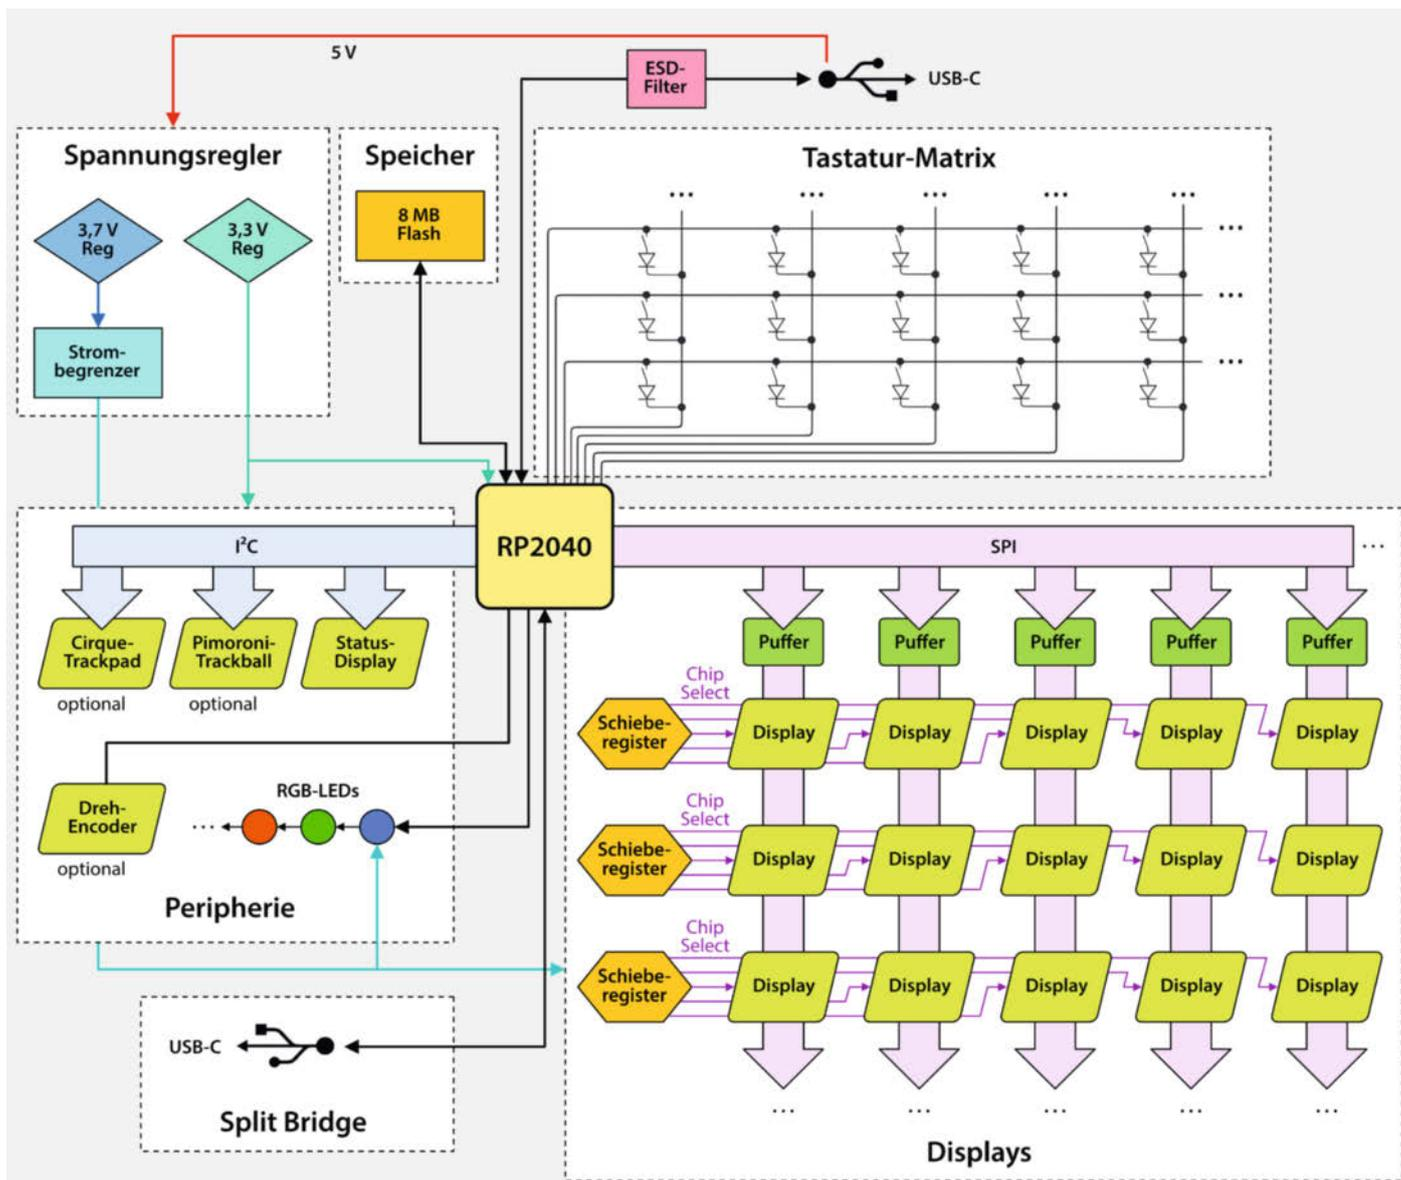

Bild 7: Schematischer Aufbau einer Tastaturhälfte. Die vollständigen Schaltungen findet ihr als KiCad-Dateien im GitHub-Repository des Projekts.
- Damit blieben noch sechs Pins übrig, die ich nicht für die Displaytasten des PolyKybd brauchte. Diese wollte ich natürlich nicht verschwenden und fügte eine Beleuchtung, alternative Eingabemöglichkeiten und ein Statusdisplay hinzu (Bild 7):